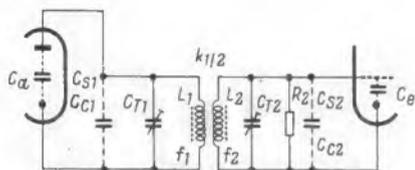

Bild 2. Einseitig bedämpftes Bandfilter;  $Q_1 = \infty$ ;  $Q_2 = Q$
b) Bandfilter mit einseitiger Dämpfung (Bild 2)